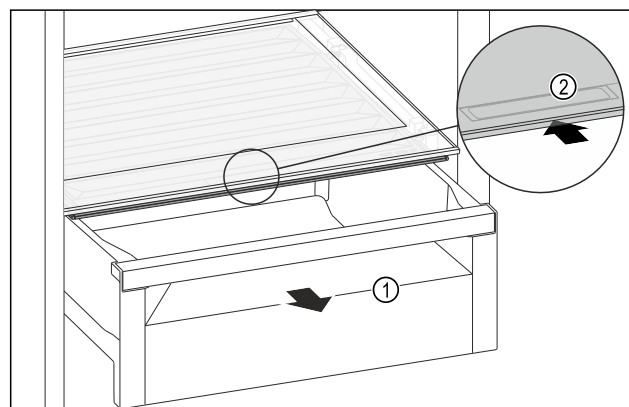

Fig. 109
- Retirer le tiroir Fig. 109 (1).
- Saisir la poignée encastrée Fig. 109 (2) du couvercle du compartiment et pousser le couvercle du compartiment vers l'arrière.